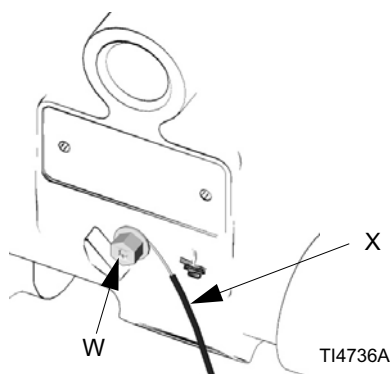

Рис. 2: Подключение провода заземления
- Насос: Используйте провод и зажим заземления, как показано на Рис. 2. Ослабьте винт (W) заземления. Вставьте один конец провода (X) заземления, сечение которого должно составлять минимум 1,5 мм², за винт заземления. Надежно затяните винт. Подсоедините конец зажима провода заземления к реальному заземлению. Номер провода и зажима заземления по каталогу — 222011.